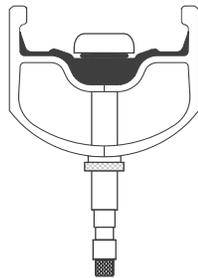

Figure 11. Placez la valve compatible tubeless au travers du ruban de jante et de la jante.
3. Placez la valve compatible tubeless au travers du trou de valve du ruban de jante et ensuite à travers la jante. Assurez-vous que le joint torique en caoutchouc est situé sur la valve avant de la placer dans la jante (Figure 11). Make sure that the rubber o-ring is on the valve before dropping it into rim (Figure 11).